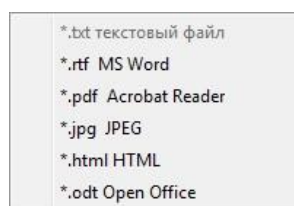

Рис.79 Выбор формата
- выбрать формат файла для сохранения (Рис.79);